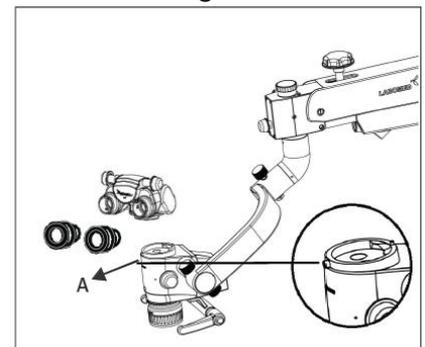

Fig. 40
- Retirez la tête d'observation (comme commandé) et les oculaires de la boîte. En vous référant à la fig. 40, desserrez la vis de serrage « A » à l'aide de la clé Allen de 2 mm (fournie) et serrez soigneusement la tête d'observation en position. Insérez les oculaires dans les deux tubes oculaires et réglez les deux dioptries à zéro.